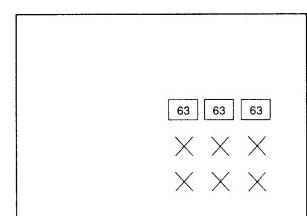

Bild 12
- Stellen Sie den Wert auf dem Bildschirm auf 63, und zwar mit der Lautstärkeregler (+/-) (Bild 12).